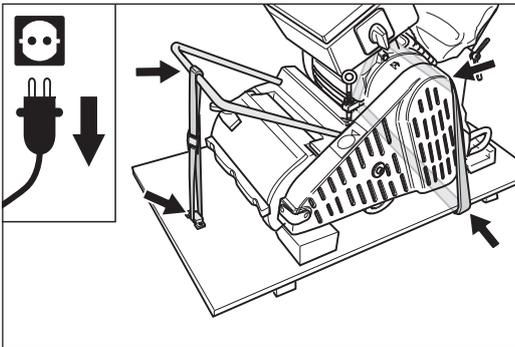

Abb. 40 Transport oder Lagerung der Maschine auf dem Unterteil der Transportkiste.
- **Für den Transport oder die Lagerung der Maschine können Sie die Maschine auch auf dem Unterteil der mitgelieferten Transportkiste mit zwei Gurten fest verschnüren (Abb. 40)! So werden Beschädigungen an der Schleifwalze und an den Rädern (Unrundheit) vermieden!**
**Für die Lagerung der Maschine über einen längeren Zeitraum stellen Sie die Maschine auf das Unterteil der mitgelieferten Transportkiste (Abb. 40)! So werden Beschädigungen an der Schleifwalze und an den Rädern (Unrundheit) vermieden!**